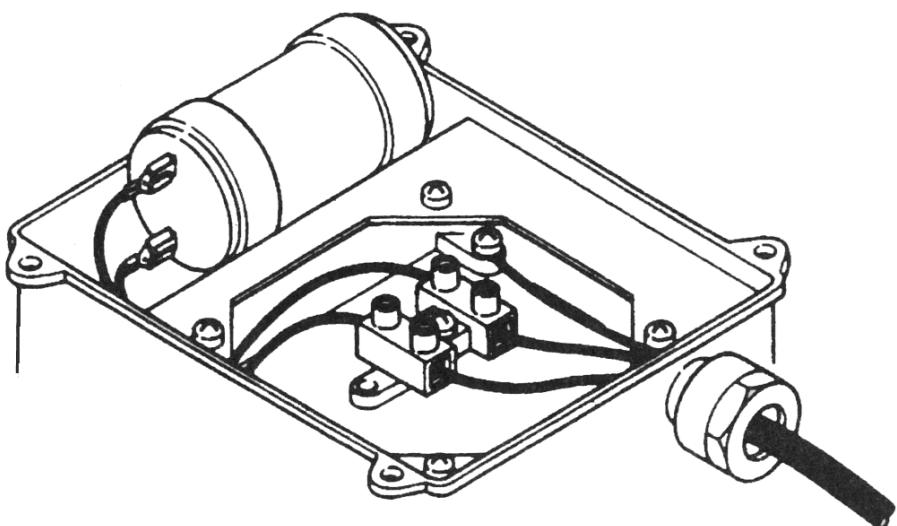

Fig. 2 / Bild 2
- Al conduttore di terra della rete si collegheranno elettricamente tutte le parti metalliche dell'apparecchio che di solito non sono sotto tensione, ma che accidentalmente potrebbero starlo, e che sono accessibili alle persone (vedere figs. 2 - 5, y pag. 37 - 39).